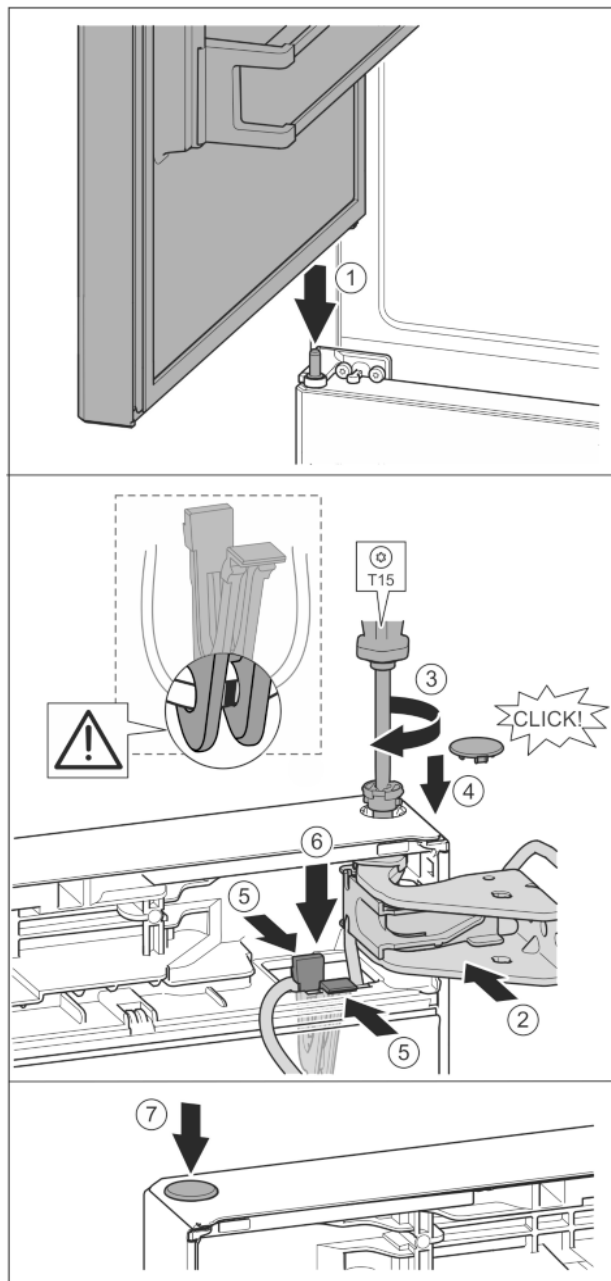

Fig. 40
- ▶ Встановлення верхніх дверцят на середній опорний палець Fig. 40 (1)
- ▶ Вирівняйте дверцята зверху по отвору в опорному кронштейні. Fig. 40 (2)
- ▶ Вставте палець та закрутіть за допомогою викрутки T15. Fig. 40 (3)
- ▶ Встановіть захисну кришку для захисту дверцят: вставте захисну кришку і проконтролюйте, щоб вона прилягала до дверцят. Якщо це не так, повністю вставте палець. Fig. 40 (4)
- ▶ Вставте тримач із зафіксованим в ньому кабелем в отвір. Fig. 40 (5)
- ▶ Притисніть тримач донизу так, щоб з'єднувальна накладка зафіксувалася. Fig. 40 (6)
- ▶ Вставте пробку. Fig. 40 (7)